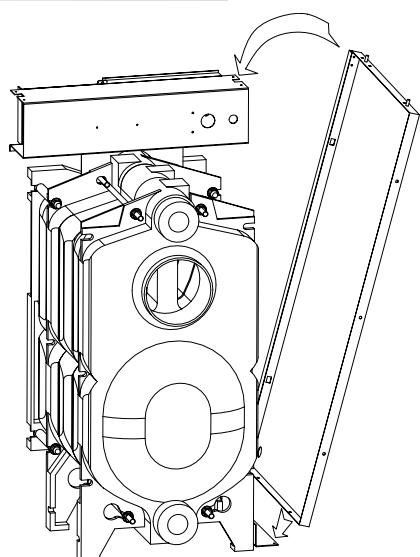

Рис. 10
- D: Боковые секции (3 и 4) нужно сначала привинтить на нижние консоли, а потом на верхнюю часть электрической панели управления (рис.10)
- E: Установите и закрепите заднюю секцию с использованием соответствующих винтов (5).
- G: На заднюю часть боковых секций с помощью штифтов прикрепите крышку (6).
- H: Переднюю секцию (1) прикрепите на переднюю часть боковых секций тоже с помощью штифтов.
- I: Переднюю нижнюю доску (2) вложите в засечки на главной торцевой секции.